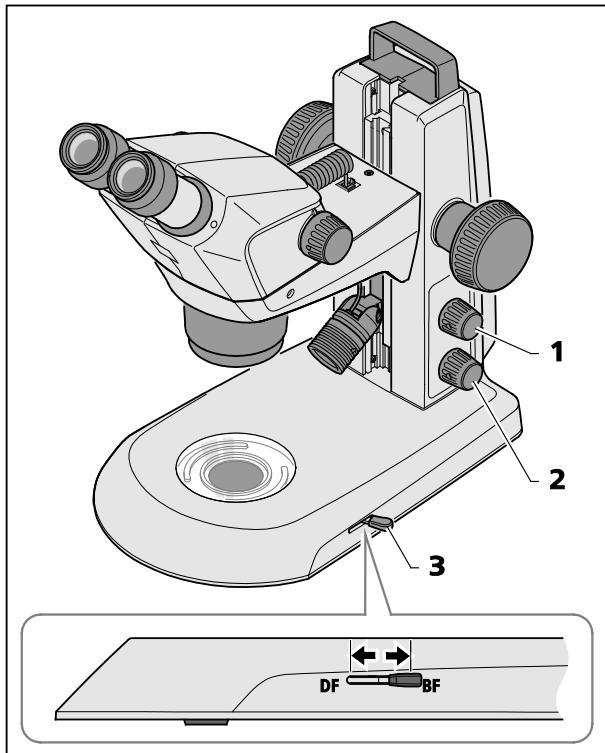

Fig. 25 Modulo di luce trasmessa nello stativo K EDU
- Accendere la luce trasmessa, premendo la manopola inferiore (Fig. 25/2).
- Spostando la leva (Fig. 25/3) si può commutare tra illuminazione a campo chiaro e quella a campo oscuro.
- Posizione anteriore: Campo oscuro (DF)
- Posizione posteriore: Campo chiaro (BF)
Schiacciando il pulsante superiore (Fig. 25/1), si può aggiungere luce riflessa per formare una miscela di luce (vedi capitolo 4.2 a pagina 24).